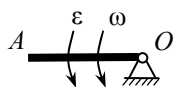

Рис. 50
28. Стержень OA вращается вокруг точки O . Заданы длина стержня $OA = 0,3$ м и скорость $v_A = 6$ м/с. Определите величину угловой скорости ω (рис. 50).
35. Стержень вращается вокруг точки O (ось вращения z перпендикулярна рисунку) (рис. 50). Направления ω_z , ε_z заданы. Постройте векторы скорости, вращательного и центростремительного ускорений в точке A стержня.
41. Стержень OA вращается вокруг точки O (рис. 50). Заданы длина стержня $OA = 0,5$ м, величины угловой скорости $\omega = 2$ рад/с и углового ускорения $\varepsilon = 6$ рад/с². Определите величины обеих компонент ускорений для точки A .